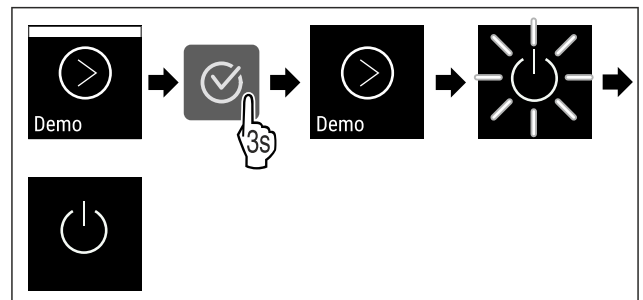

Fig. 111
- ▶ Kryeni hapat e veprimit (shihni Fig. 111).